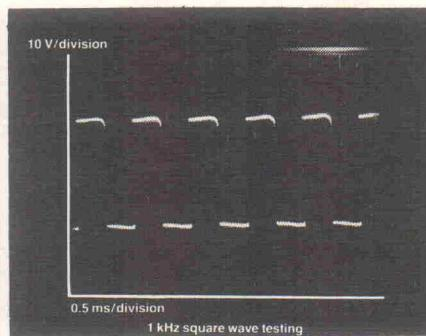

Bild 3
- Bild 3. Ausgangssignal, 1 kHz Rechteck